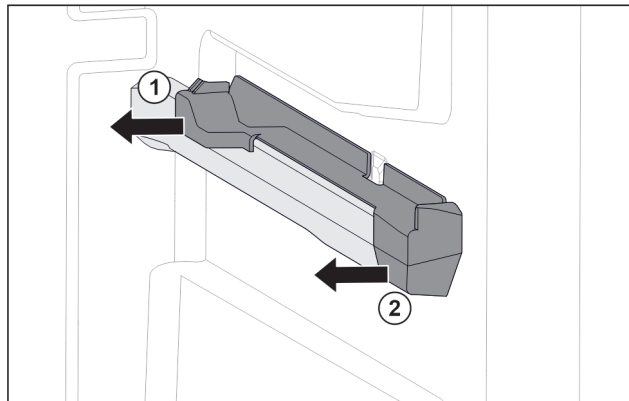

Fig. 103 Oikeanpuoleisen kannattimen kiinnitysosa
- ▶ Vedä kiinnitysosa takaa sivuun. Fig. 103 (1)
- ▶ Vedä kiinnitysosa edestä sivuun. Fig. 103 (2)